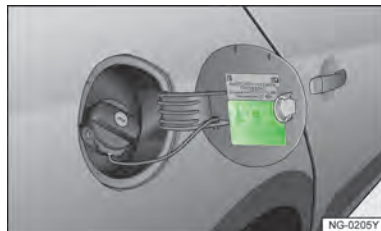

图 157
4、根据汽车负荷和驾驶需要适当调整轮胎气压，可按照轮胎气压标牌 » 图 157，见第 116 页上的信息对轮胎气压进行调整。